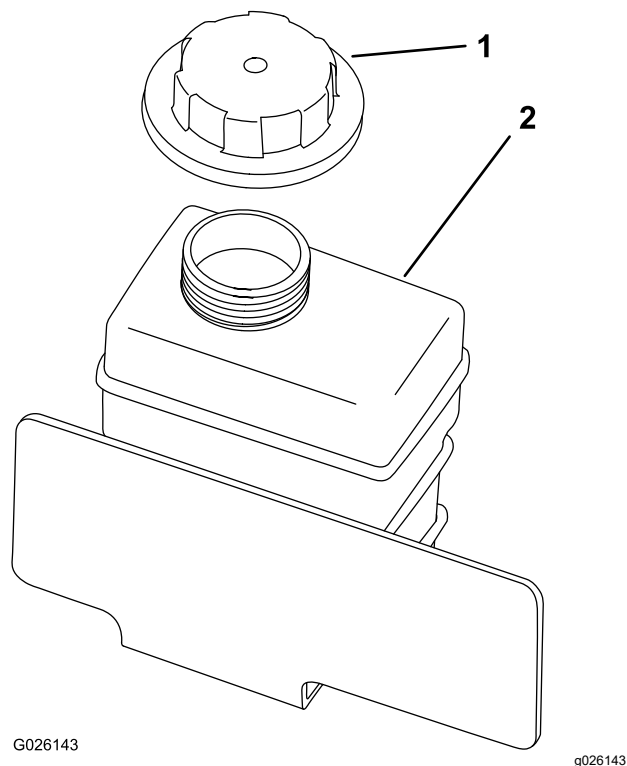

Figure 63
4. Enlevez le bouchon du vase d'expansion (Figure 63).